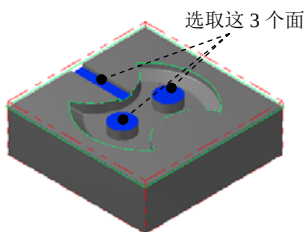

图 22.30 选取加工面
Step1. 选择加工方法。选择下拉菜单 **刀具路径 (T)** → **曲面精加工 (F)** → **精加工浅平面加工 (S)...** 命令。
(1) 在图形区中选取图 22.30 所示的面 (共 3 个面), 然后按 Enter 键, 系统弹出“刀具路径的曲面选取”对话框。